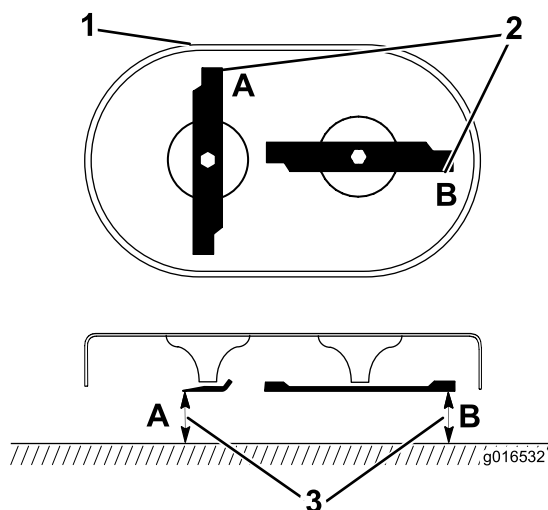

Figura 39
1. Gire las cuchillas a la posición mostrada en Figura 39.
2. Mida desde una superficie nivelada hasta los filos de corte, en las posiciones A y B (Figura 39) y anote las dimensiones.
3. Gire las cuchillas de manera que sus extremos opuestos estén en las posiciones A y B (Figura 39).